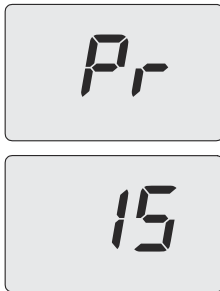

Рисунок 5.25
- Прокручуйте різні параметри за допомогою кнопок 15 або 16, доки на РК-дисплеї не з'являться літери **Pr**, що чергуються з номером параметра **15**, вказуючи на вхід в «параметр 15» (Рисунок 5.25).